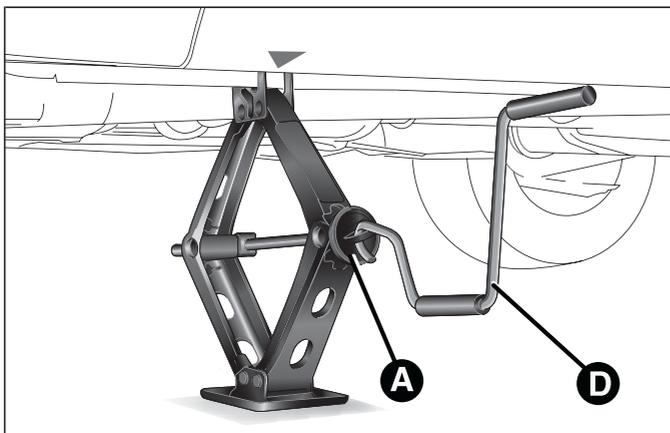
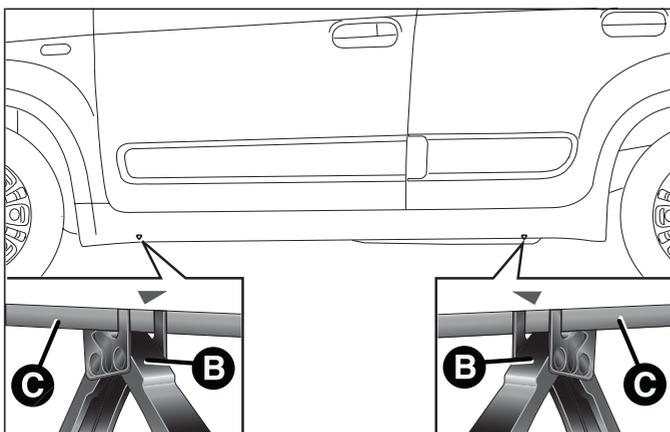

fig. 114
fig. 115
- actionner le dispositif A fig. 114 de façon à détendre le cric jusqu'à ce que la partie supérieure B fig. 115 s'insère correctement sur le longeron C (au niveau du signe ▽ repris sur le longeron) ;
- introduire la manivelle D fig. 114 dans le logement sur le dispositif A, actionner le cric et soulever la voiture, jusqu'à ce que la roue se soulève du sol de quelques centimètres ;